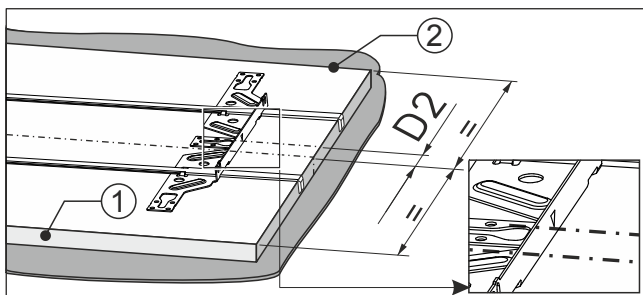

Fig. 93
- Značka upevňovacího příčníku se kryje se značkou Fig. 93 (D2).